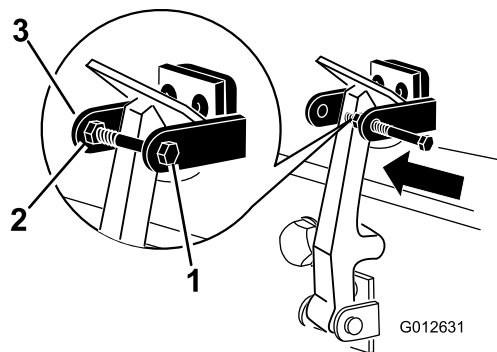

图 9
- 将螺栓安装到机罩锁定支架的另一个臂直至将门锁锁定到位 **图 9**。